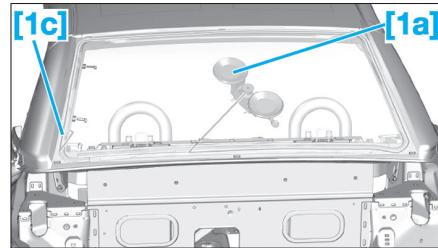

FIG. 50
**!** Lors de la tension du fil tranchant [1c], vérifier la mise en place du fil sous le pare-brise (Fig.50).